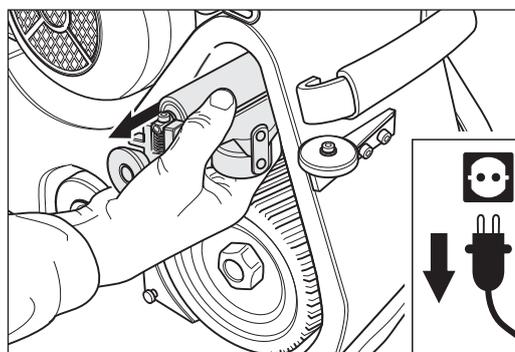

Fig. 30 Extracción con precaución del grupo.
- 9 Retire con cuidado el grupo y límpielo (Fig. 30).